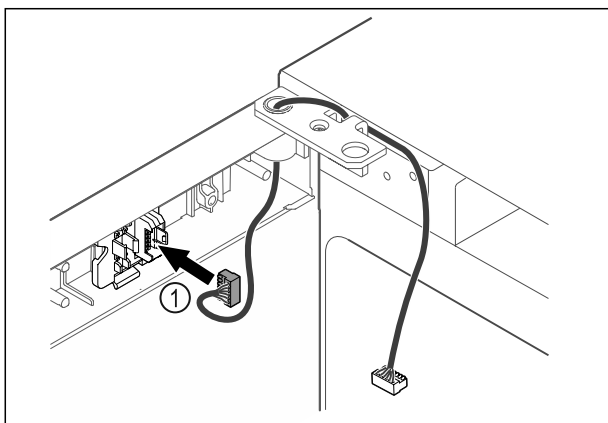

Fig. 40
- ▶ Enchufar el conector Fig. 40 (1) en su soporte.